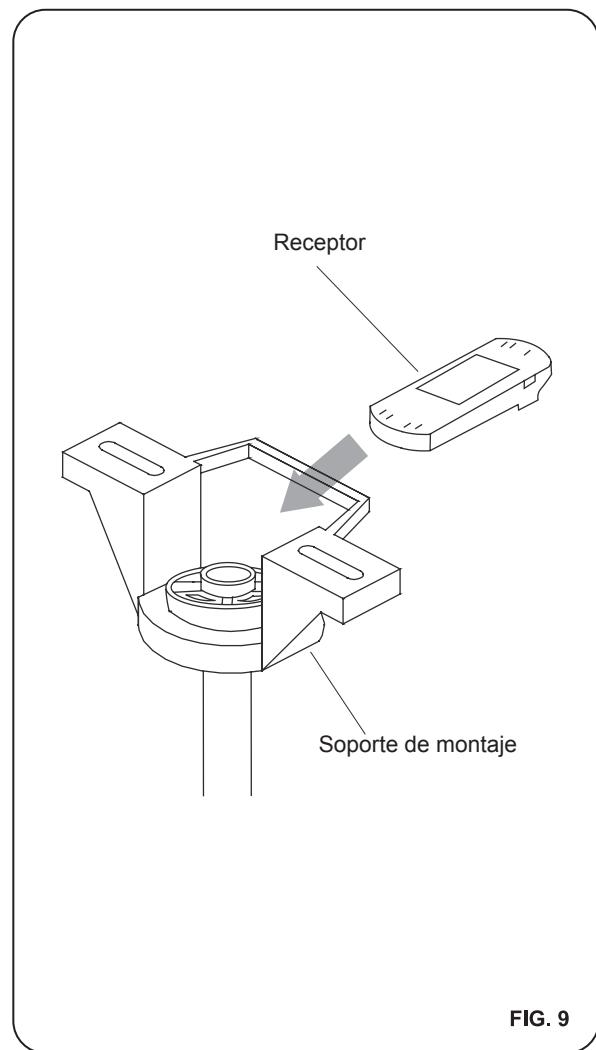

FIG. 9
Paso 1. Inserte el receptor en el soporte de montaje con el lado plano del receptor afrontando al techo. (Fig.9)